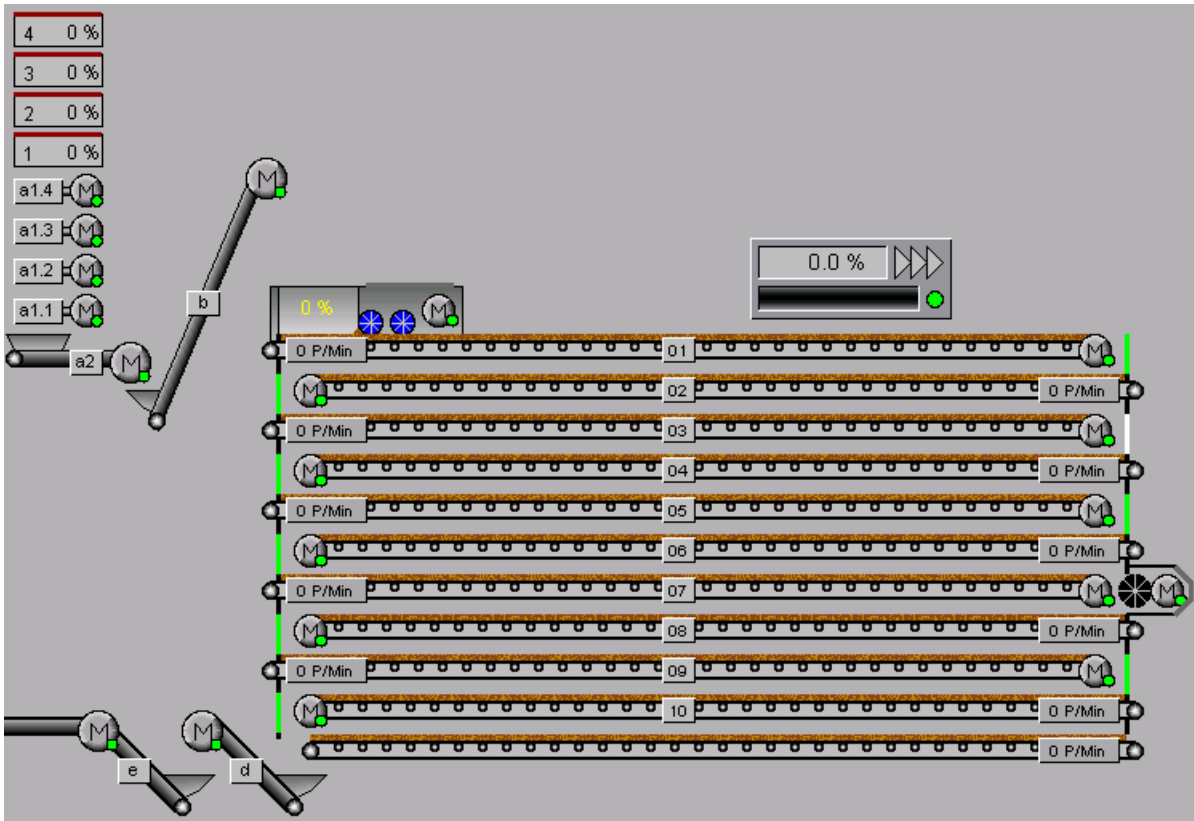

Bild 1-6: Hauptbild Bandrockner
- **Kotquerbänder [a1.1 - a1.20] siehe Bild 1-6**
- **Übergabeband [a2] siehe Bild 1-6**
- **Hochförderband [b] siehe Bild 1-6**